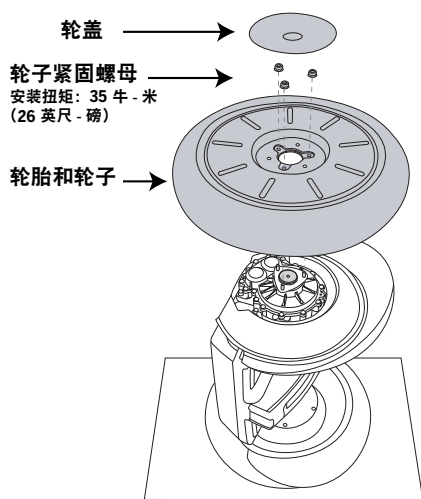

图 1. 拆卸或安装轮胎 / 轮子组件
12. 要重新装上轮子，请将轮胎 / 轮子组件放置在 3 根螺杆上。请参见图 1。